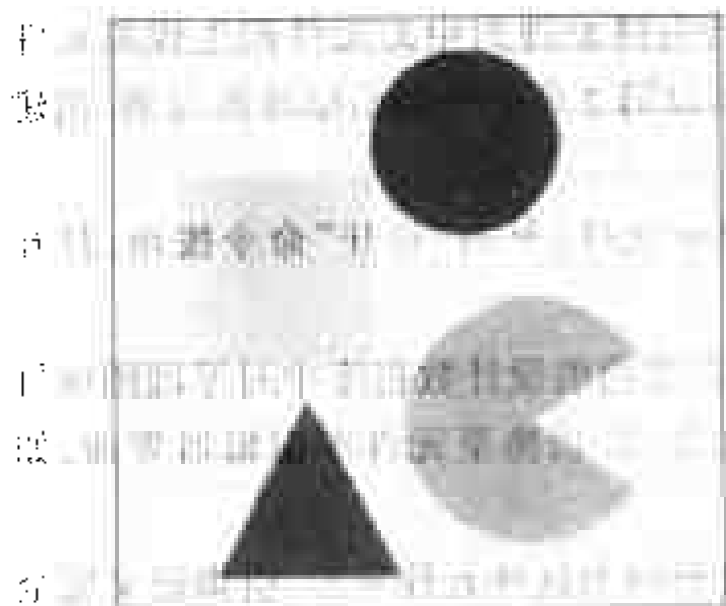

图 3-45 在图纸中选中对象
(1) 使用鼠标在图纸中同时选中需要进行排列、对齐的对象,在每个对象的周围显示出黄色方框,表示它们处于被选中的状态,如图 3-45 所示。